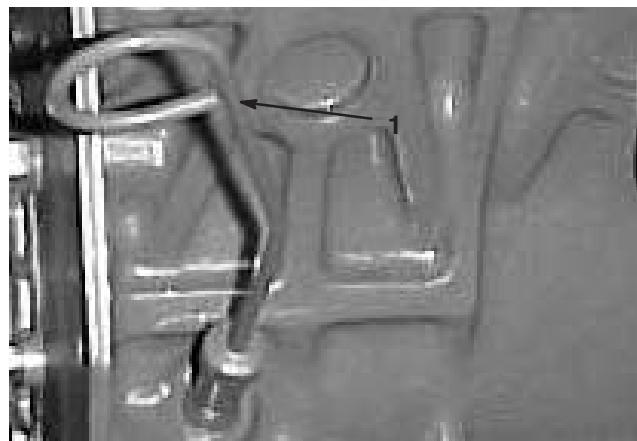

Bild 14
2. Nehmen Sie den Peilstab heraus (Bild 14), wischen Sie ihn sauber und stecken Sie ihn wieder hinein. Nehmen Sie den Peilstab heraus und prüfen Sie den Ölstand. Der Ölstand sollte an der VOLL-Marke am Peilstab sein.